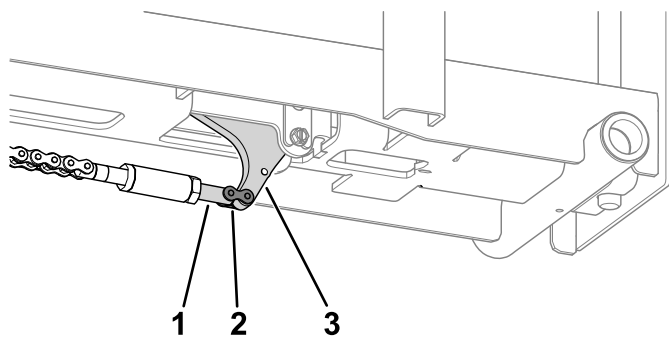

Figure 14
8. Utilisez un maillon de la chaîne pour fixer le tendeur de maillon sur la butée de roue (Figure 14).